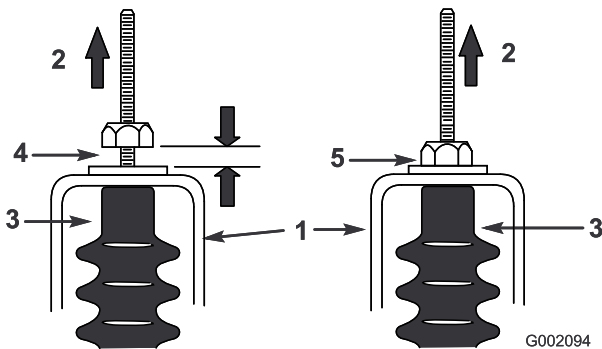

図 60
5. それぞれのシフトケーブルを引っ張って、ナット/ワッシャとニュートラル・ブラケットとの間に 0.76-1.52 mm のすきまがあることを確認する図 60。